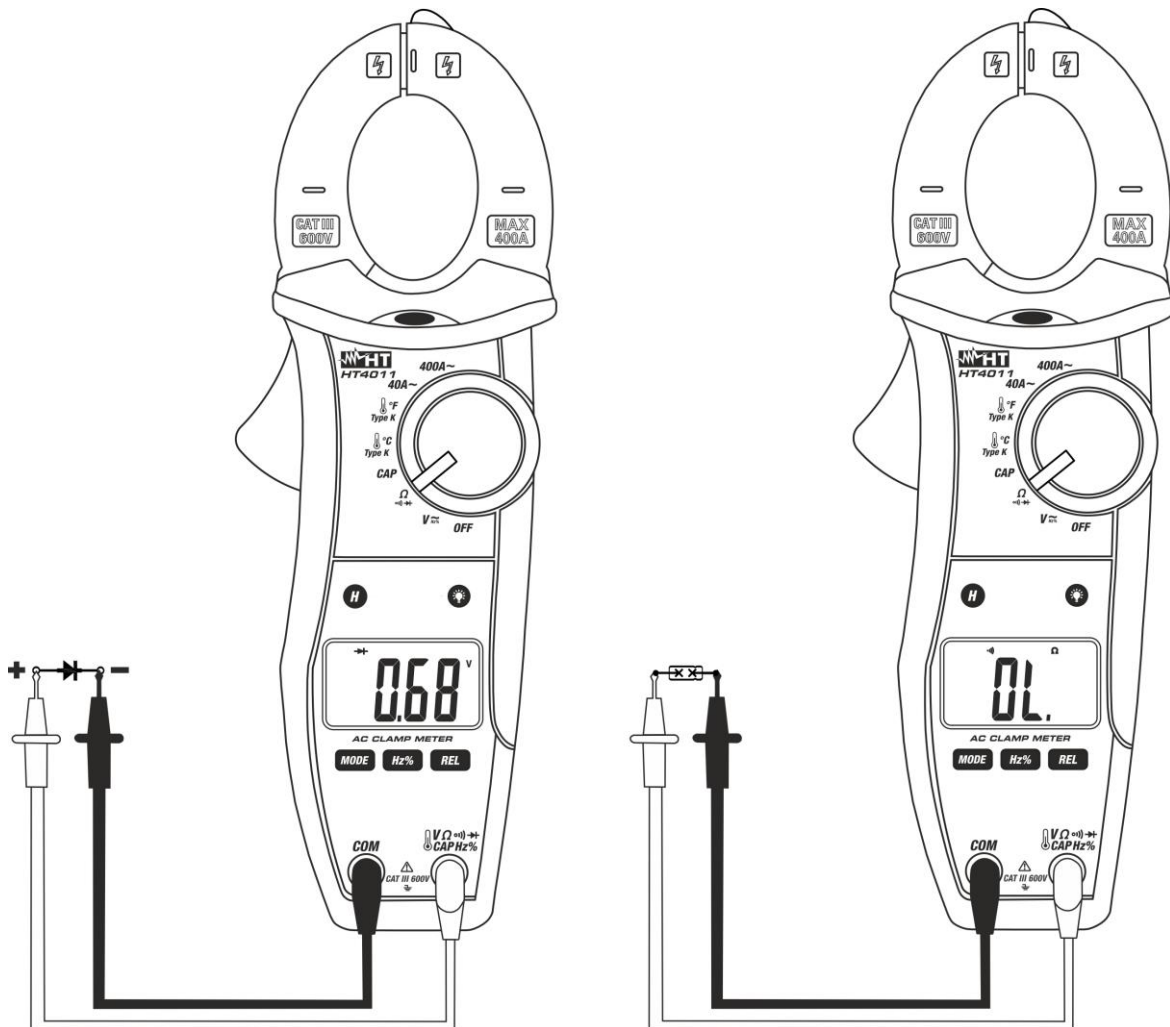

Fig. 7: Uso della pinza per Test Continuità e Prova Diodi
3. Inserire il cavo rosso nel terminale di ingresso $V\Omega$ e il cavo nero nel terminale di ingresso **COM** ed eseguire il test di continuità sull’oggetto in prova (vedere Fig. 7 – parte destra). Il cicalino emette un segnale acustico quando il valore della resistenza misurata è inferiore a circa 150Ω
5. Connettere il puntale rosso all’anodo del diodo e il puntale nero al catodo in caso di misura di polarizzazione diretta (vedere Fig. 7 – parte sinistra). Invertire la posizione dei puntali in caso di misura di polarizzazione inversa